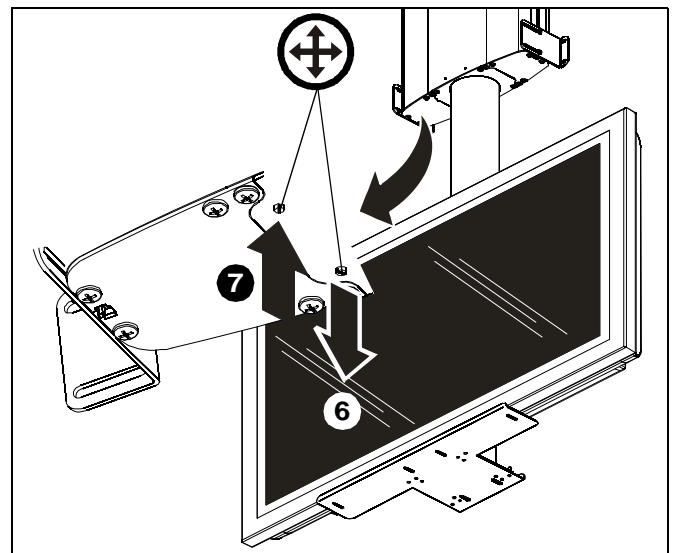
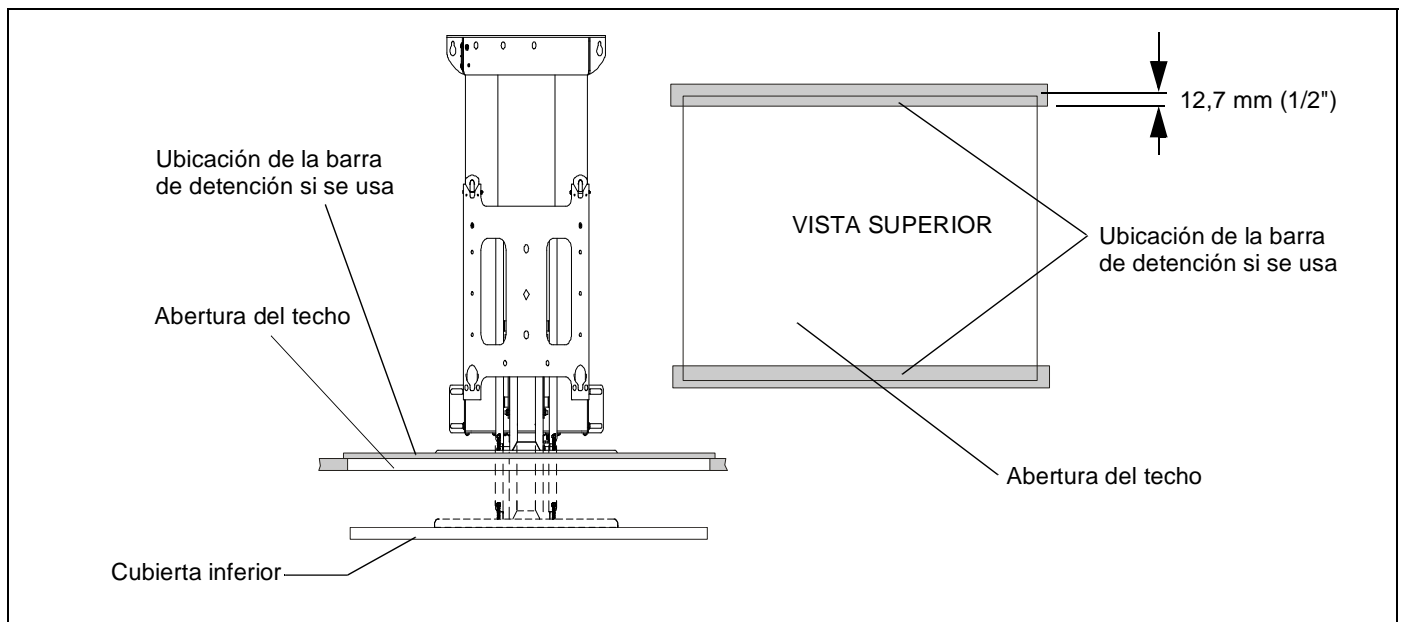

Figura 26
Figura 27
desplazamiento de 12,7 mm al ubicar el soporte. Asimismo, deberá colocar una barra de detención a lo largo del borde superior delantero y trasero de la abertura del techo. La barra debe abarcar todo el ancho del borde delantero y trasero de la abertura y sobresalir hacia afuera 12,7 mm como mínimo. *Consulte la sección "Ajuste del desplazamiento de la cubierta inferior" en la página 14.* (Consulte la Figura 27).
En el lateral superior derecho del soporte, hay un tornillo para ajustar el límite de desplazamiento ascendente y un tornillo para ajustar el límite de desplazamiento descendente. (Consulte la Figura 27).
8. Ajuste el desplazamiento hasta que la cubierta inferior quede a ras del techo. (Consulte la Figura 26 y la Figura 27).